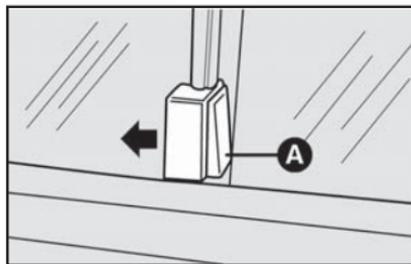

fig. 76
- 1) Destruve a janela corrediça pressionando o botão **A**-fig. 76.